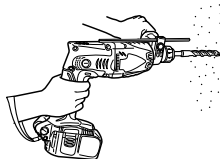

Fig. 19
- (1) Montar la broca.
- (2) Presionar el interruptor de gatillo después de poner la punta de la broca en la posición para taladrar. (Fig. 19)
Cuando la broca toque una barra de hierro de construcción se detendrá inmediatamente y el martillo roto-percutor tenderá a girar. Por lo tanto, sujetar el mango lateral y sostenerlo firmemente como se ilustra en la Fig. 19.
Cuando instale la escobilla de carbón, elija el sentido en el que la uña de la misma coincida con el tubo exterior de la parte de contacto de dicha escobilla de carbón. Después empuje la escobilla de carbón con un dedo, como se muestra en la Fig. 19. Por último, instale la tapa de la escobilla de carbón.